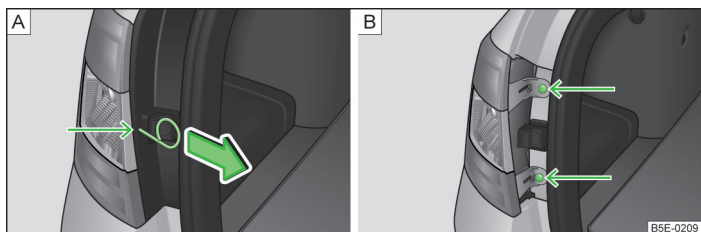

Abb. 229 Abdeckung/Leuchte ausbauen
- Den Bügel zum Abziehen der Radvollblenden » Seite 235, Bordwerkzeug in die Bohrung an der mit dem Pfeil gekennzeichneten Stelle » Abb. 229 - [A] stecken.
- Die Abdeckung in Pfeilrichtung » Abb. 229 - [A] abziehen.
- Die Leuchte mit dem Schlüssel aus dem Bordwerkzeug abschrauben » Abb. 229 - [B].